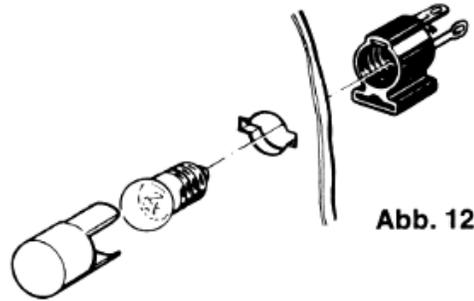

Abb. 12
Halte die Lampenfassung (26) von innen an die Vorderplatte und schraube die Lampe (14) von außen hinein. Schiebe dann noch von außen die rote Kappe (27) bis über die Lampenfassung (Abb. 12). Die Anschlußdrähte werden mit Spiralfedern (22) in den Ösen befestigt.